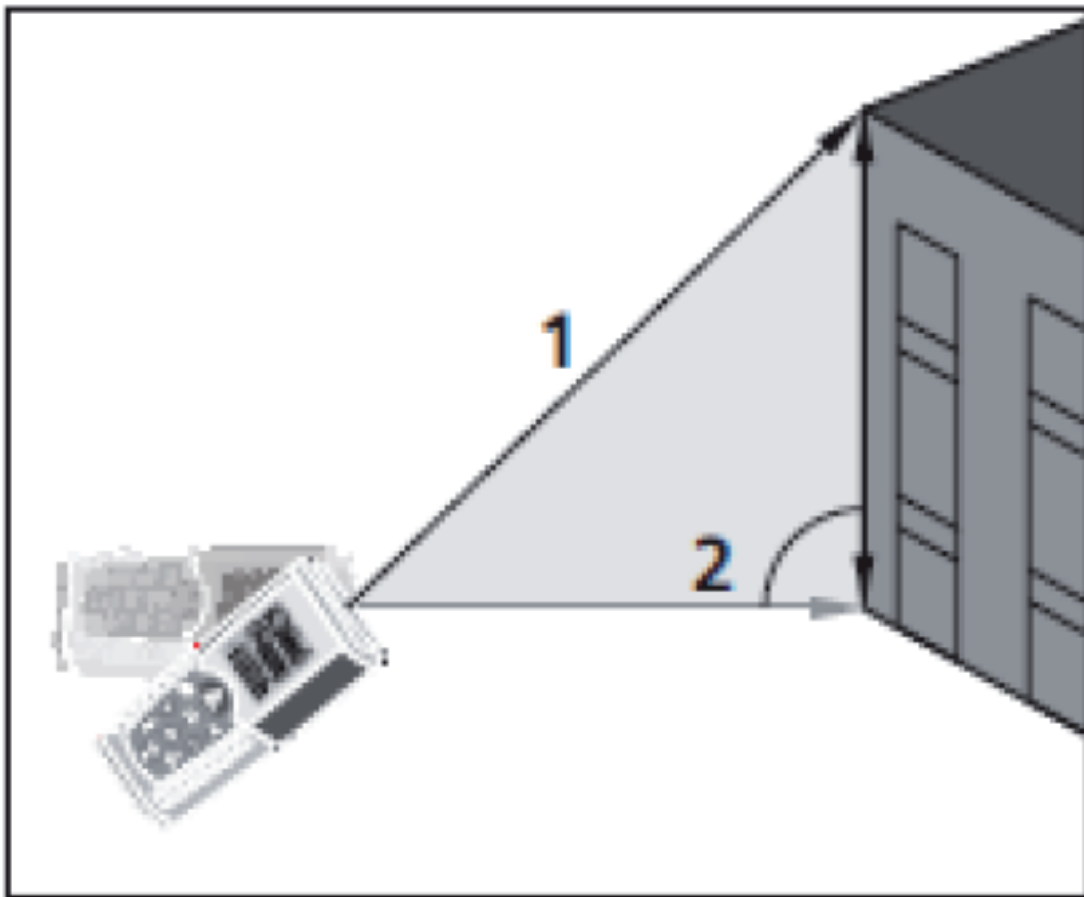

Fig. 7: Execução da medição Indirecta com 2 pontos
3. Colocar o instrumento no ponto mais alto (1) da medição (ver Fig. 7) e premir o botão  para efectuar a medição. O resultado é apresentado no primeiro display parcial. O símbolo “” é apresentado no display com o lado “2” intermitente
4. Colocar o instrumento na posição mais horizontal possível (2) da medição (ver Fig. 7) e premir o botão  para efectuar a medição. O resultado é apresentado no segundo display parcial
5. O valor final do resultado (obtido como $\sqrt{(1)^2 - (2)^2}$) é apresentado no display resultante